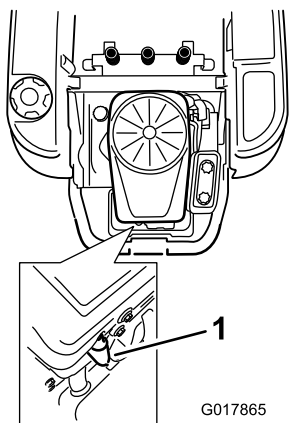

Figura 34
3. Desligue o cabo da vela de ignição (Figura 34).